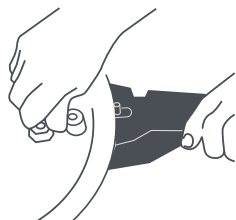
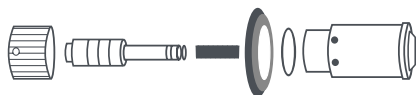

Fig. 16
Fig. 17
Válvula de trabalho (3) (modelo Level). Depois de cada utilização, examine a válvula de trabalho (3) para verificar a existência de eventuais detritos. É aconselhável limpar pontualmente o interior da válvula e especialmente se os alimentos cozinhados produzirem espuma ou se tiverem gorduras. Para isso, desaperte a porca principal (Fig. 16) e remova todo o mecanismo. Depois da limpeza, proceda à montagem da mesma forma, montando todos os componentes (Fig. 17). Quando a panela é utilizada com frequência, recomendamos a remoção da válvula de trabalho (3) e proceder à sua limpeza pelo menos uma vez por mês. Se